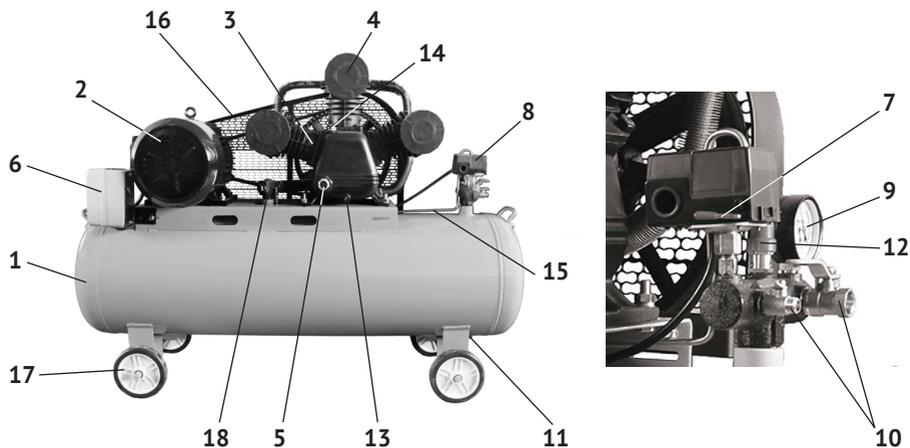
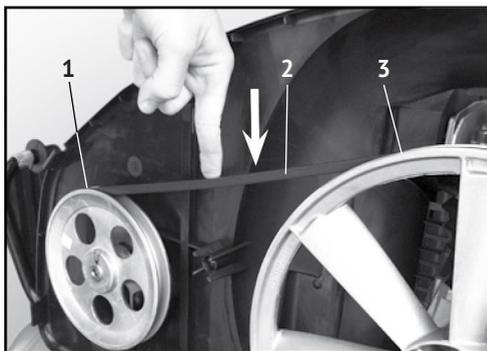

рис.1
рис.2
1.5 Картер компрессорной группы, магнитный пускатель и двигатель закреплены на металлической платформе ресивера (рис.1 поз.1). Вращение с якоря двигателя шкивами и клиновым ремнём передаётся на коленчатый вал компрессорной группы. Вращение коленчатого вала преобразуется кривошипно - шатунным механизмом в возвратно-поступательное движение поршней. Три цилиндра с трёхлучевым расположением, смонтированы на картере. Воздух, через воздушные фильтры (по фильтру на цилиндр) подаётся во впускные клапаны цилиндров. Сжатый воздух из выпускных клапанов цилиндров подаётся в ресивер. При подключении к выходным штуцерам (рис.1 поз.10) пневмоинструмента, сжатый воздух подаётся к инструменту. Выходное давление в штуцерах (рис.1 поз.10) отображается на манометре (рис.1 поз.9).
Включение компрессора в работу осуществляется выключателем, магнитного пускателя (рис.1 поз.6) и рычагом (рис.1 поз.7) реле давления. Клавиша выключателя магнитного пускателя имеет два фиксированных положения «Вкл.» и «Выкл.», рычаг реле давления (РД) тоже два положения: «OFF» - (0) выключено и «AUTO» - (I) работа в автоматическом режиме.
- приводной ремень компрессора, при работе, обязательно должен быть закрыт защитной решёткой (рис.1 поз.16);
- отключайте компрессор от электросети на время перерыва выключателем магнитного пускателя (рис.1 поз.6), по окончании работы, при переносе с одного рабочего места на другое, а также при перерыве подачи напряжения;
3.5 Перед запуском компрессора проверьте уровень масла в картере, он должен соответствовать среднему значению, между максимальным и минимальным уровнем в контрольном окне уровня масла (рис.1 поз.5).
- разместить под сливным отверстием (рис.1 поз.13) подходящую ёмкость;
- открутить пробки: маслозаливной горловины (рис.1 поз.14) и сливного отверстия;
- после слива масла закрутить пробку (рис.1 поз.13);
Подключение компрессора к электросети 380 В производится с помощью магнитного пускателя (рис.1 поз.6). Подключение должно проводиться в строгом соответствии с «Правилами технической эксплуатации электроустановок потребителей» и «Правилами техники безопасности при эксплуатации электроустановок потребителей».
Для обеспечения хорошей работы компрессора при первом запуске рекомендуется оставить компрессор работающим в течение 5 - 8 минут с полностью открытым выходным штуцером (рис.1 поз.10). После первых 5-ти часов работы компрессора проверить крепление болтов головки цилиндров и защитной решётки ремня (рис.1 поз.16). Открыв вентиль (рис.1 поз.11) слить конденсат из ресивера, закрыть вентиль.
Компрессор имеет два выходных штуцера (рис.1 поз.10) с кранами для подключения пневмоинструмента. Основной штуцер с внутренним диаметром 1/2” и вспомогательный 1/4”, для присоединения гибких трубопроводов хомутом. Давление в ресивере отображается на манометре (рис.1 поз.9).
Так же компрессор оснащён предохранительным клапаном (рис.1 поз.12) для ограничения максимального давления в ресивере, если не сработало РД.
4.3 По окончании работы полностью сбросьте давление, открыв выходной штуцер (рис.1 поз.10).
5.5 Регулировка натяжения (замена) приводного ремня (см. рис.2)
- снять защитную решётку (рис.1 поз.16) приводного ремня (рис.2 поз.2);
- очистить от загрязнений ведущий (рис.2 поз.1) и ведомый (рис.2 поз.3) шкивы и установить новый ремень;